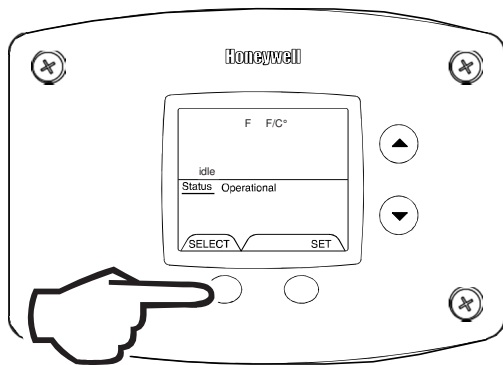

Figure 35
5. °F/°C (Display/Change) (Fig. 35).